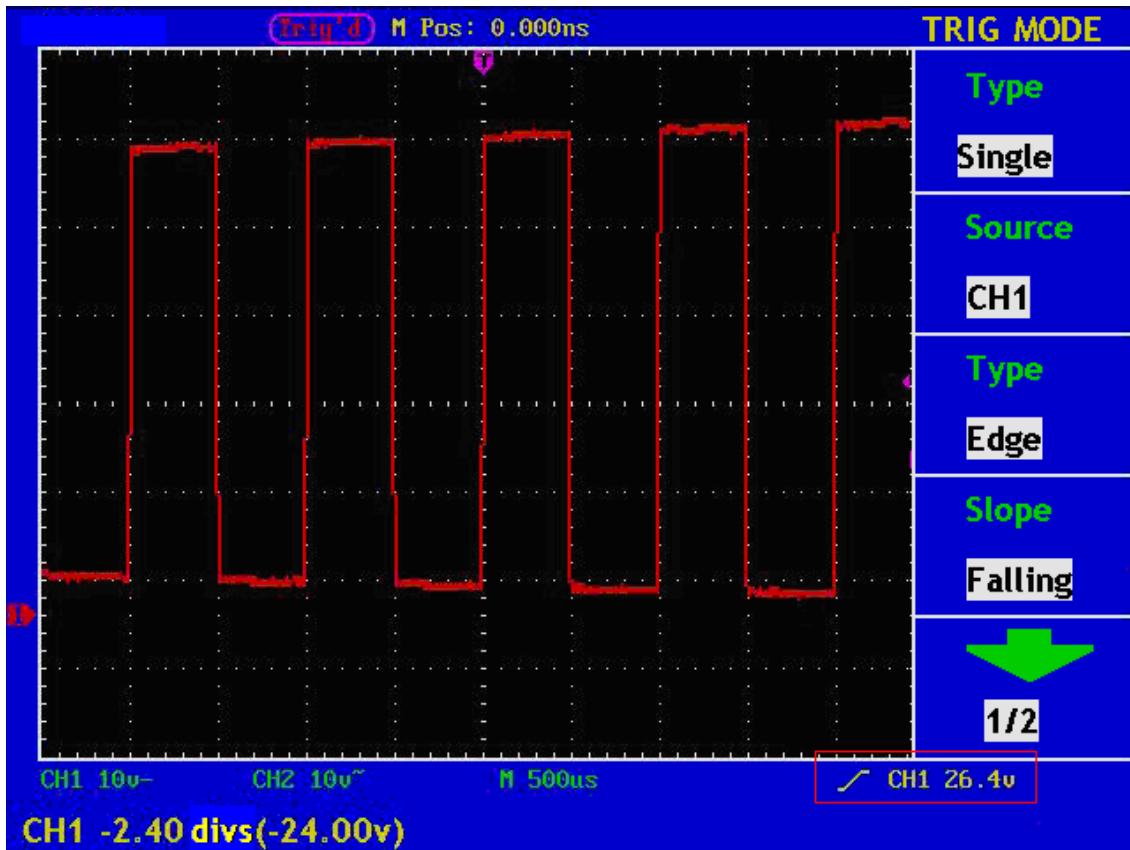

Abb. 31 Wellenform-Anstiegsflanke getriggert
6. Drücken Sie die Menüwahl taste **F5** und drücken Sie dann die Menüwahl taste **F2** und wählen Sie **AUTO** bei Coupling. Der Bildschirm wird angezeigt wie in Abb. 31.